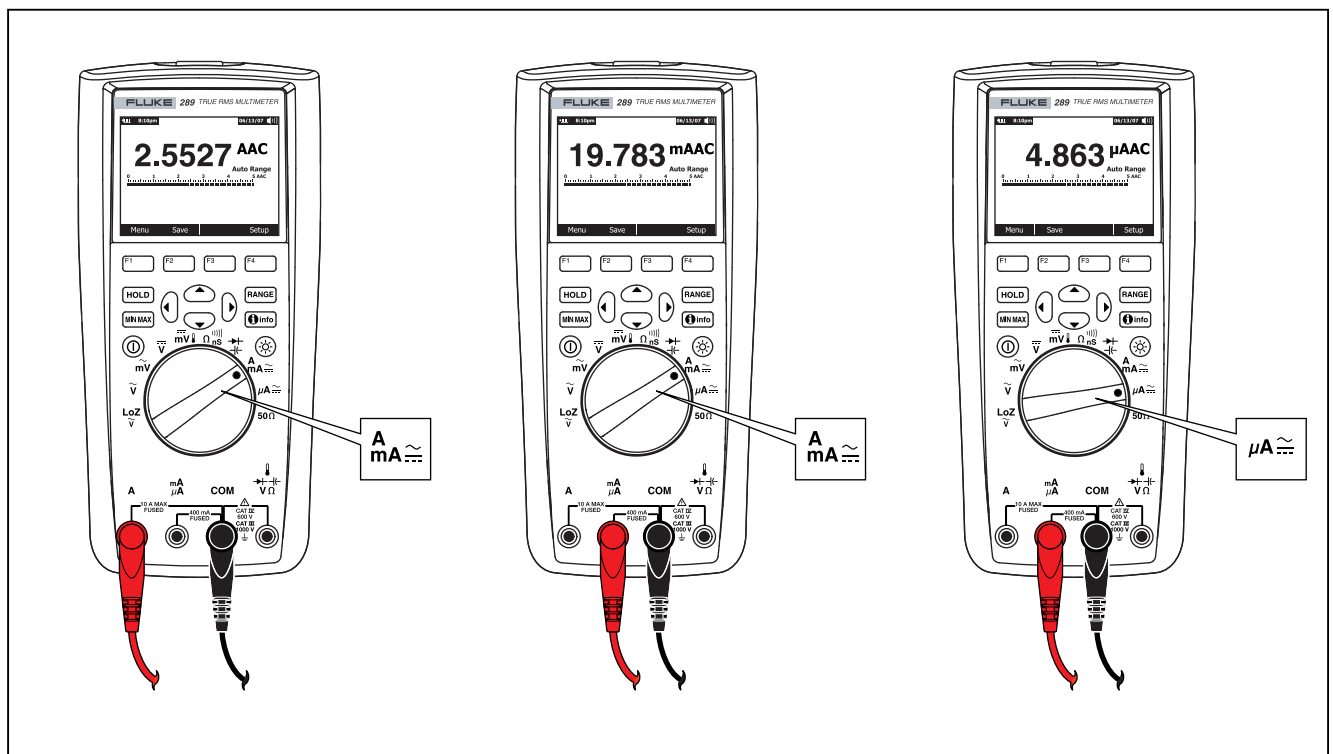

Figure 21. Configuration de mesure de courant
3. Réglez le commutateur rotatif sur $\overset{A}{\mu A}$ si vous utilisez la borne A. Si vous utilisez la borne mA/μA, réglez le commutateur rotatif sur μA pour les courants inférieurs à 5 000 A (5 mA), ou $\overset{A}{mA}$ sur pour les courants supérieurs à 5 000 A. Reportez-vous à la figure 21 pour les branchements des cordons de mesure et la sélection des fonctions. Reportez-vous à la section « Fonction d'alarme en entrée » pour plus de détails sur les alarmes que le multimètre utilise lorsque les cordons ne sont pas utilisés correctement pour les mesures de courant.